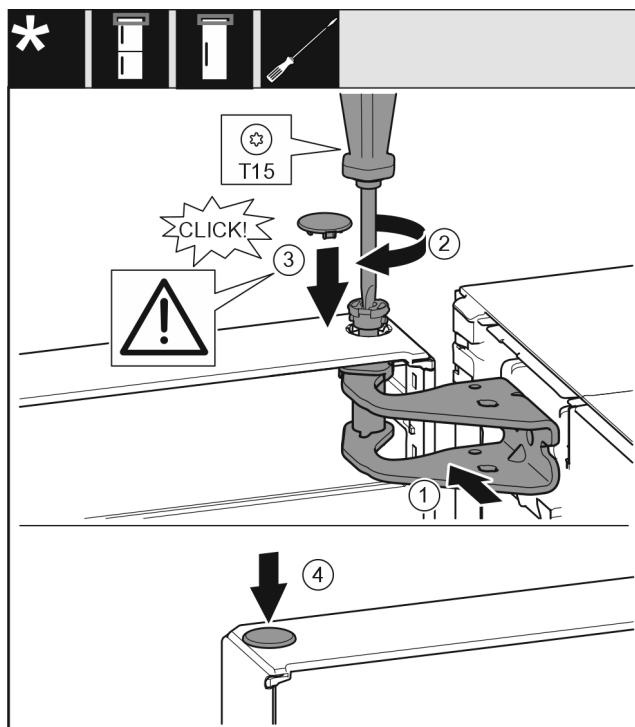

Fig. 19
- Tür oben zur Öffnung im Lagerbock ausrichten. *Fig. 19 (1)*
- Bolzen einsetzen und mit Schraubendreher T15 fest-schrauben. *Fig. 19 (2)*
- Sicherungsabdeckung zur Sicherung der Tür montieren: Sicherungsabdeckung einsetzen und Kontrollieren ob sie auf der Tür aufliegt. Ansonsten Bolzen vollständig einsetzen. *Fig. 19 (3)*
- Stopfen einsetzen. *Fig. 19 (4)*